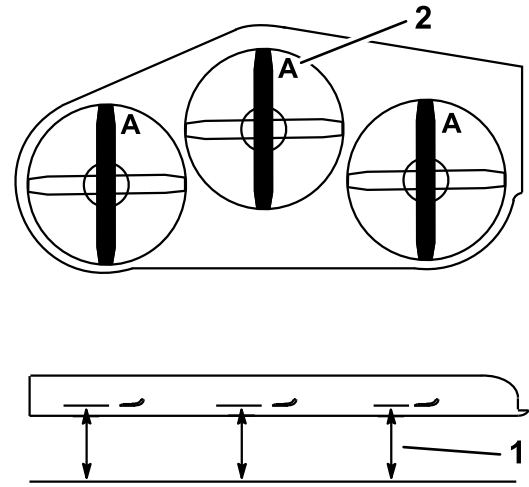

Figure 96
3. Tournez les lames dans le sens longitudinal (Figure 96).
Remarque: Mesurez la distance entre la surface plane et le tranchant (position A) des lames (Figure 96). Notez cette valeur.